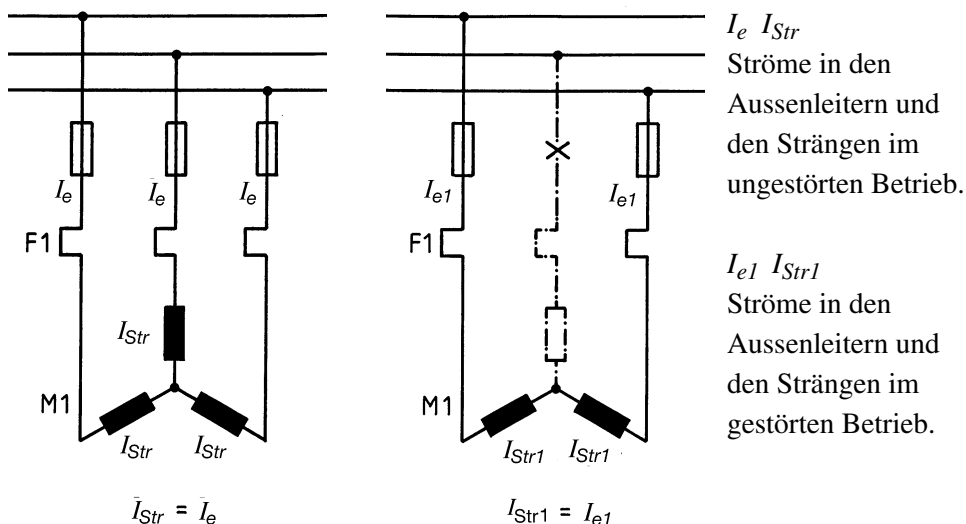

Bild 2.7.1 Phasenausfall eines Motors in Sternschaltung. Stromfluss des ungestörten und gestörten Betriebs.
- *Motoren in Sternschaltung:* Diese Motoren sind durch den Ausfall einer Phase nicht gefährdet. Gemäss **Bild 2.7.1** sind die Ströme in den Motorwicklungen im ungestörten wie auch im gestörten Betrieb beim Ausfall eines Polleiters gleich den Strömen in den Aussenleitern. In den beiden stromdurchflossenen Wicklungen entsteht wegen zunehmendem Strom wohl eine erhöhte Verlustleistung. Insgesamt wird der Motor weniger erwärmt, weil mit der dritten, stromlosen Wicklung ein Temperatenausgleich erfolgt. Ein stromerfassendes Schutzgerät löst bei Überstrom rechtzeitig aus. Kleine bis mittelgrosse (ständerkritische) Motoren in Sternschaltung sind durch Phasenausfall allgemein nicht gefährdet.